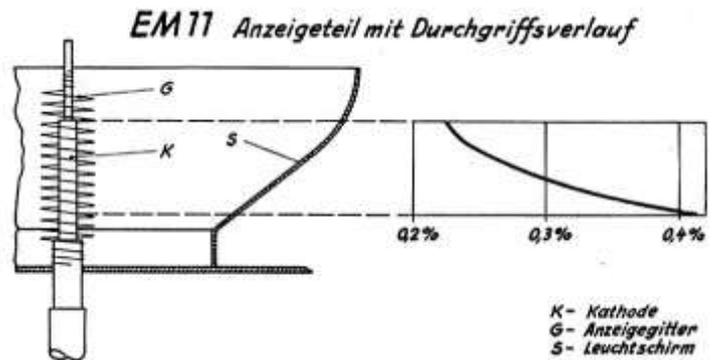

**Bild 2, UM11**
2. Die Ränder der Leuchtwinkel sind zackig oder unscharf begrenzt bzw. zeigen ein verwaschenes Aussehen (Bild 2). Diese Erscheinung wird als ‚Ausfransen‘ bezeichnet.